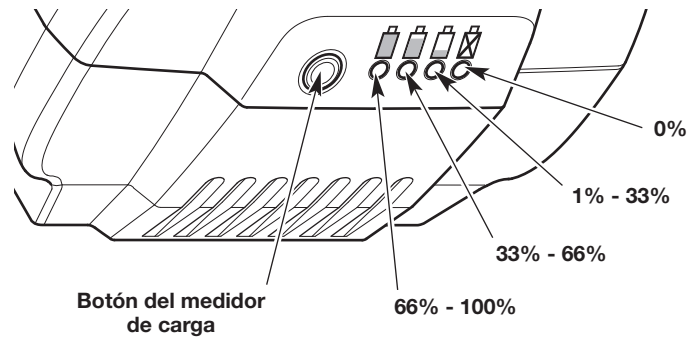

Fig. 17
1. Presione el botón del medidor de carga (Fig. 17).
2. Una o más de las luces del medidor de carga debería iluminarse (Fig. 17). La cantidad y el color de las luces indicarán el nivel actual de carga de la batería: